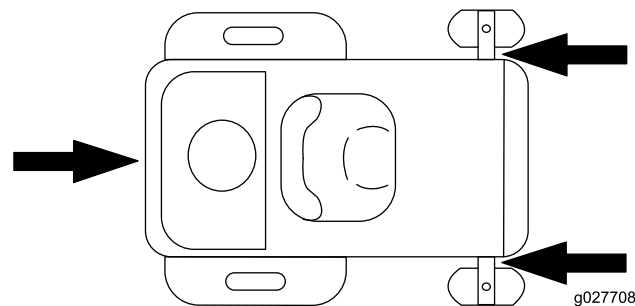

Figure 18
5. Arrimez la machine près des roues pivotantes avant et du pare-chocs arrière (Figure 18).